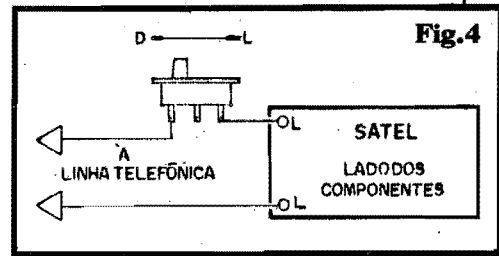

Fig.4
- **FIG. 4 - CONEXÕES EXTERNAS À PLACA** - São mínimas as ligações entre a plaquinha do SATEL e o "mundo exterior"... Feita aos pontos "L-L" (a placa, na figura, é vista ainda pela sua face não cobreada...) através de um par de fios, uma delas deve receber a intercalação da chavinha "li-